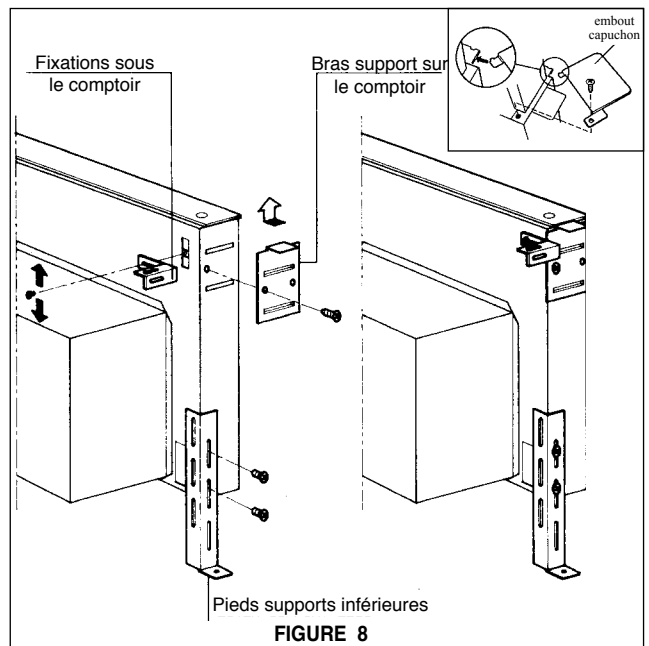

FIGURE 8
2. Fixer les bras supports sur les côtés gauche et droit du corps de l'appareil, tel qu'il est indiqué à la **FIGURE 8**. Deux vis courtes sont fournies. Fixer les embouts capuchon sur les côtés gauche et droit de l'appareil à évacuation vers le bas au-dessus des bras supports. Fixer les pieds supports inférieurs sur les côtés gauche et droit de l'appareil dans les fentes filetées de chaque côté. Les pieds supports sont dotés de trous pour fixer au plancher de l'armoire et s'installent soit sur un côté ou l'autre selon la longueur nécessaire. Déterminer si les trous doivent être à l'avant ou sur les côtés.
10. Fixer l'appareil à évacuation vers le bas au comptoir à l'aide des fixations (**FIGURE 8**). Ce système est conçu pour s'ajuster aux différentes épaisseurs de comptoir. Utiliser les petites vis machinées Phillips dans le nécessaire de ferrures, fixer une fixation de dessous de comptoir sur la fente dans le coin supérieur droit de l'appareil. Fixer l'autre extrémité de la fixation au côté inférieur du comptoir.